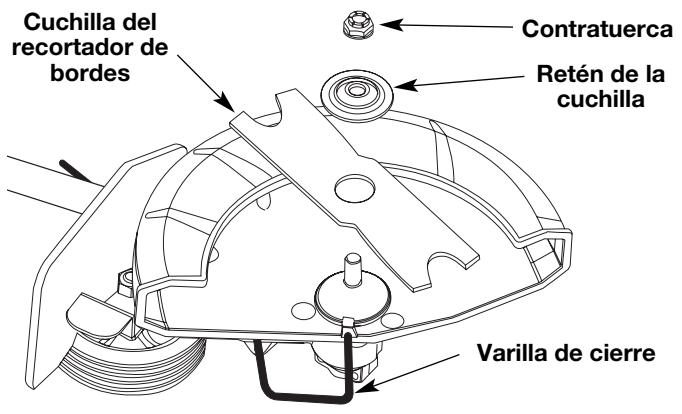
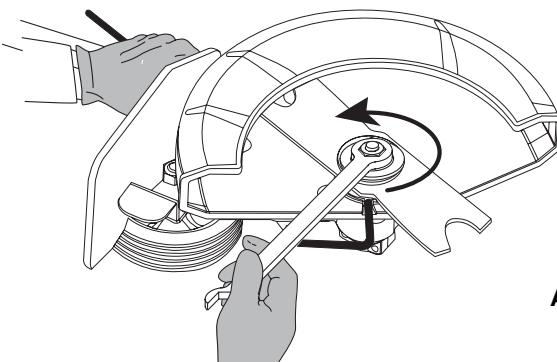

Fig. 10
Fig. 11
4. Instale la nueva cuchilla, el retén de la cuchilla y la tuerca (Fig. 10). Inserte la varilla de cierre a través de la ranura en el orificio del eje de salida. Verifique que la cuchilla permanezca plana contra el eje de salida mientras ajusta la contratuerca **en sentido antihorario** (Fig. 11).
5. Si tiene una llave de torsión, ajuste la tuerca a **325-335 pulg.·libras (37-38 N·m)**, mientras sostiene la varilla de cierre en la ranura. Si no tiene una llave de torsión, sostenga la varilla de cierre en la ranura. Gire la tuerca **en sentido antihorario** con una llave de boca cerrada de 13 mm o de casquillo, hasta que la tuerca presione contra la arandela y la cuchilla esté bien ajustada. Verifique que el ensamblaje de la cuchilla esté bien instalado, luego gire la tuerca **1/4-1/2 vuelta** más (Fig. 11).